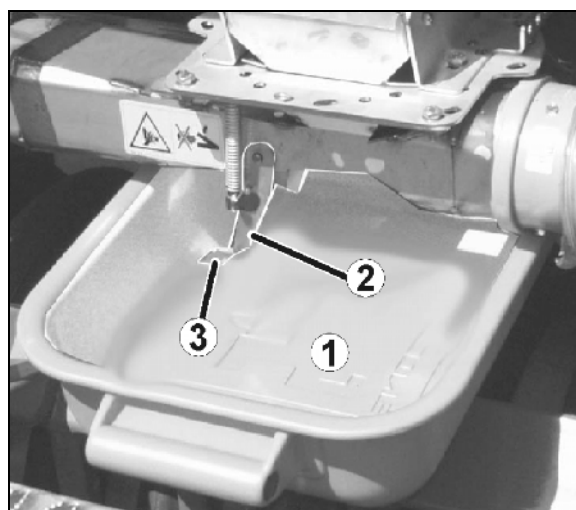

Рис. 103
6. Установите лоток (Рис. 103/1) под загрузочную воронку.
7. Откройте клапан загрузочной воронки (Рис. 103/2).
Опасность сжатия при открытии и закрытии клапана загрузочной воронки (Рис. 103/2)!
Беритесь только за накладку (Рис. 103/3) клапана загрузочной воронки, иначе имеется опасность травмирования от удара пружинного клапана.
10. Закройте клапан загрузочной воронки (Рис. 103/2) с особой осторожностью (опасность сжатия, см. указания по технике безопасности).
12. Откройте клапан загрузочной воронки (Рис. 103/2).
17. Закройте клапан загрузочной воронки (Рис. 103/2) с особой осторожностью (см. указания по технике безопасности).